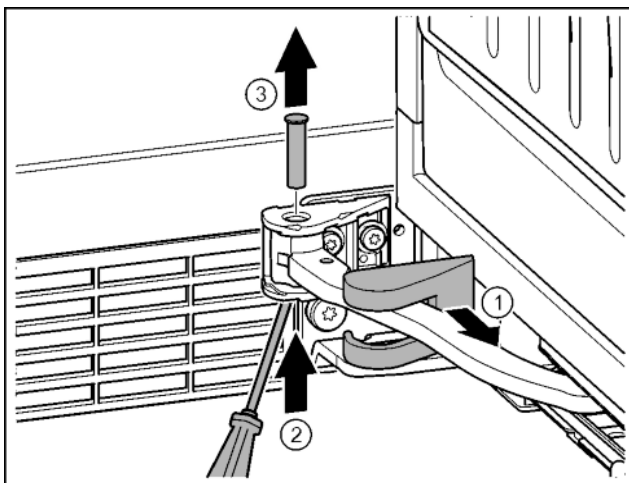

Fig. 15
- ▶ Снять крышку опорного кронштейна и переместить вдоль шарнира. Fig. 15 (1)
- ▶ Рукой или отвёрткой приподнять палец снизу. Fig. 15 (2)
- ▶ Вставить отвёртку под головку пальца и вытащить его. Fig. 15 (3)